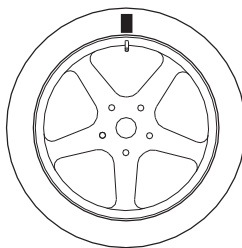

Fig. F5.4 - Marcado de la posición de la válvula en el neumático
3. Coloque la válvula en la posición 12 en punto y márquela en el neumático (ver figura F5.4);
8. Gire la rueda hasta que se enciendan todos los ledes de posición de flecha y a continuación, marque la posición 12 en punto, tal como se muestra en la figura F5.4;